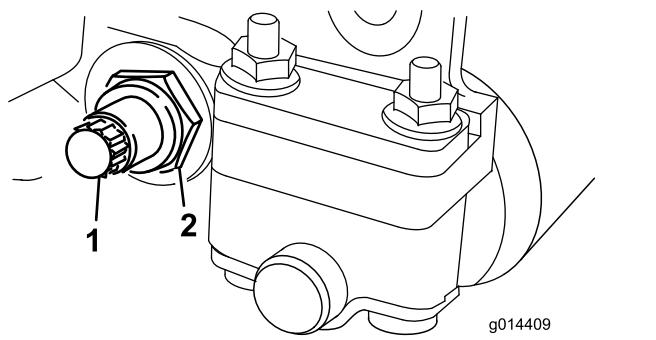

図 25
3. ベッドバー bolt 図 25 を固定しているロックナット機体両側をゆるめる。
4. 各ベッドバーボルトを外し、機体のボルトからベッドバーを下に抜いて外す図 25。